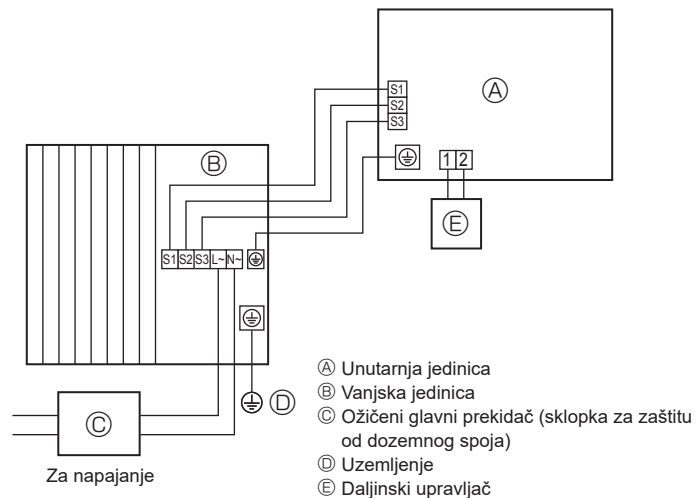

Fig. 6-1
### 6.1. Vanjska jedinica (Fig. 6-1, Fig. 6-2, Fig. 6-3)
- ① Uklonite servisnu ploču.
- ② Izvedite ožičenje kabela u skladu sa slikama Fig. 6-1, Fig. 6-2 i Fig. 6-3.